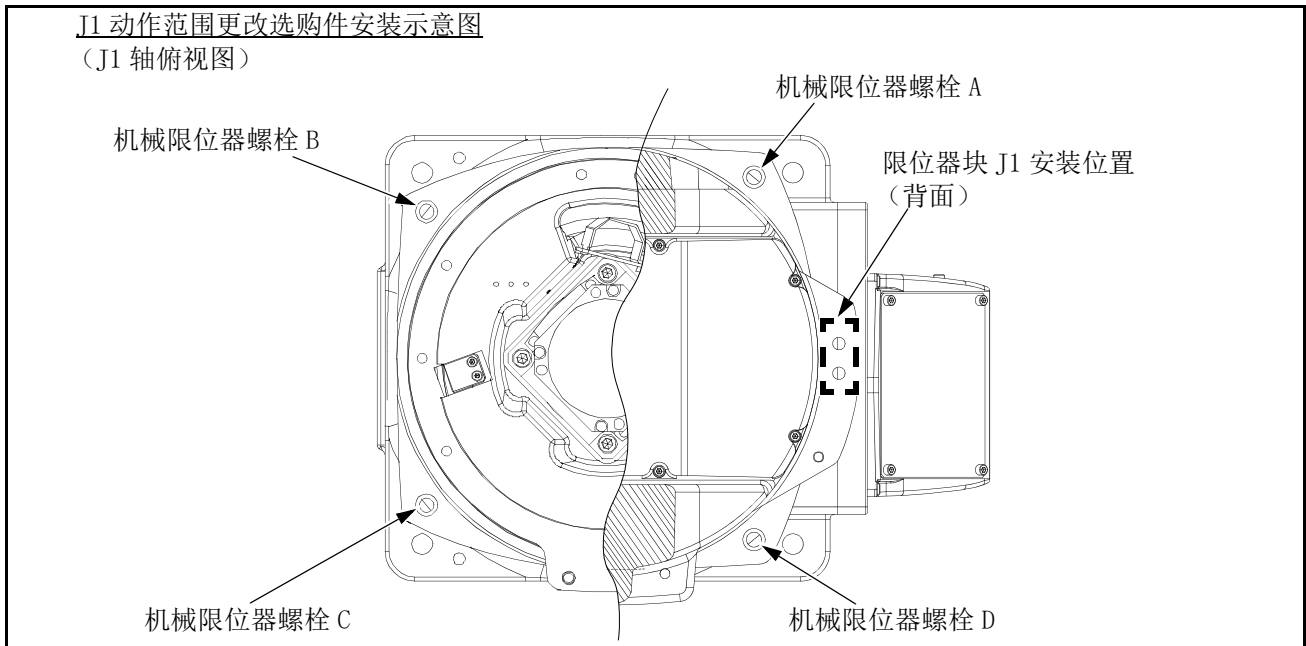

图 3-4: J1 轴动作范围变更选购件安装示意图 (RV-13FR 系列)
注1) 表中的符号：“(A)” ~ “(D)” 与图 3-4 J1 轴动作范围变更选购件安装示意图 (RV-13FR 系列) 中的符号一致。
4) 安装机械限位器螺栓。请参照表 3-10 及图 3-4 安装将附带的螺栓安装至所需处。